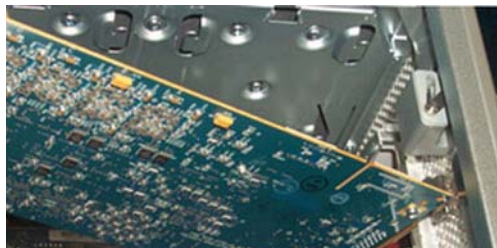

Figure 2. Carte maintenue au-dessus de l'emplacement, légèrement inclinée
- Tenez la carte au-dessus de l'emplacement n°2, légèrement inclinée, de façon à ce que l'avant de la carte soit plus haut que l'arrière (là où se situe le connecteur DigiLink de la carte), comme illustré en Figure 2.